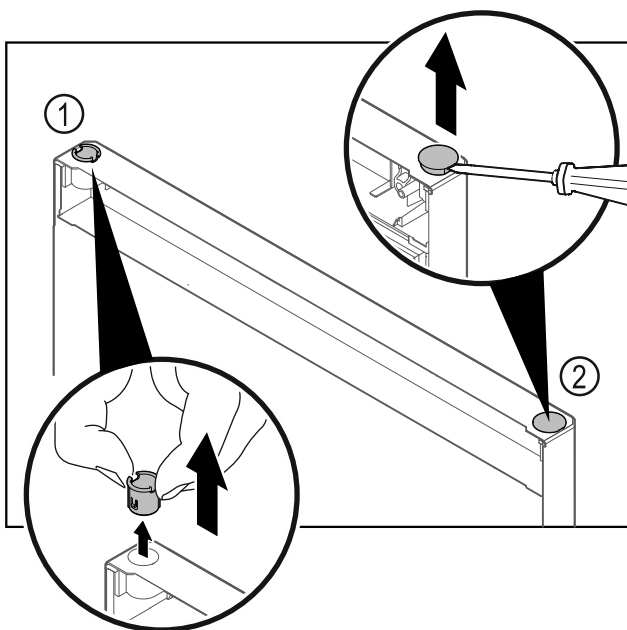

Fig. 18
- Τραβήξτε έξω την υποδοχή μεντεσέ Fig. 18 (1) με τα δάχτυλα.
- Ανασηκώστε προσεκτικά την τάπα Fig. 18 (2) με ένα ίσιο κατασαβίδι και τραβήξτε την έξω.